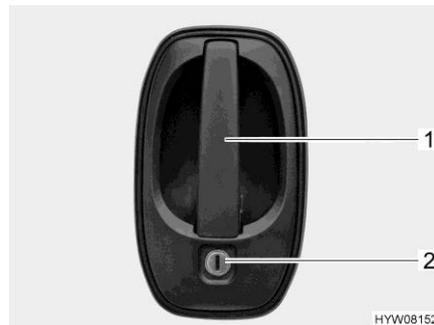

Fig. 62 Cerradura de la puerta (puerta del conductor / puerta de entrada en el exterior)
- Introducir la llave en el cilindro de cierre (Fig. 62,2) y girarla hasta que esté desbloqueada la cerradura de la puerta.
- Tirar del tirador de la puerta (Fig. 62,1). La puerta está abierta.
- Introducir la llave en el cilindro de cierre (Fig. 62,2) y girarla hasta que esté bloqueada la cerradura de la puerta.